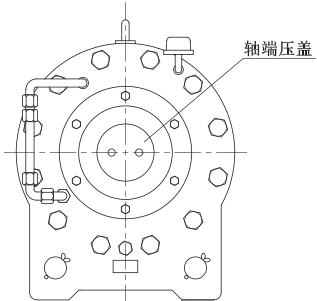

图10 轴端压盖安装
- 1. 当逆止器安装在轴端时，轴端面应用轴端压盖固定，以防逆止器轴向窜动(见图10)。